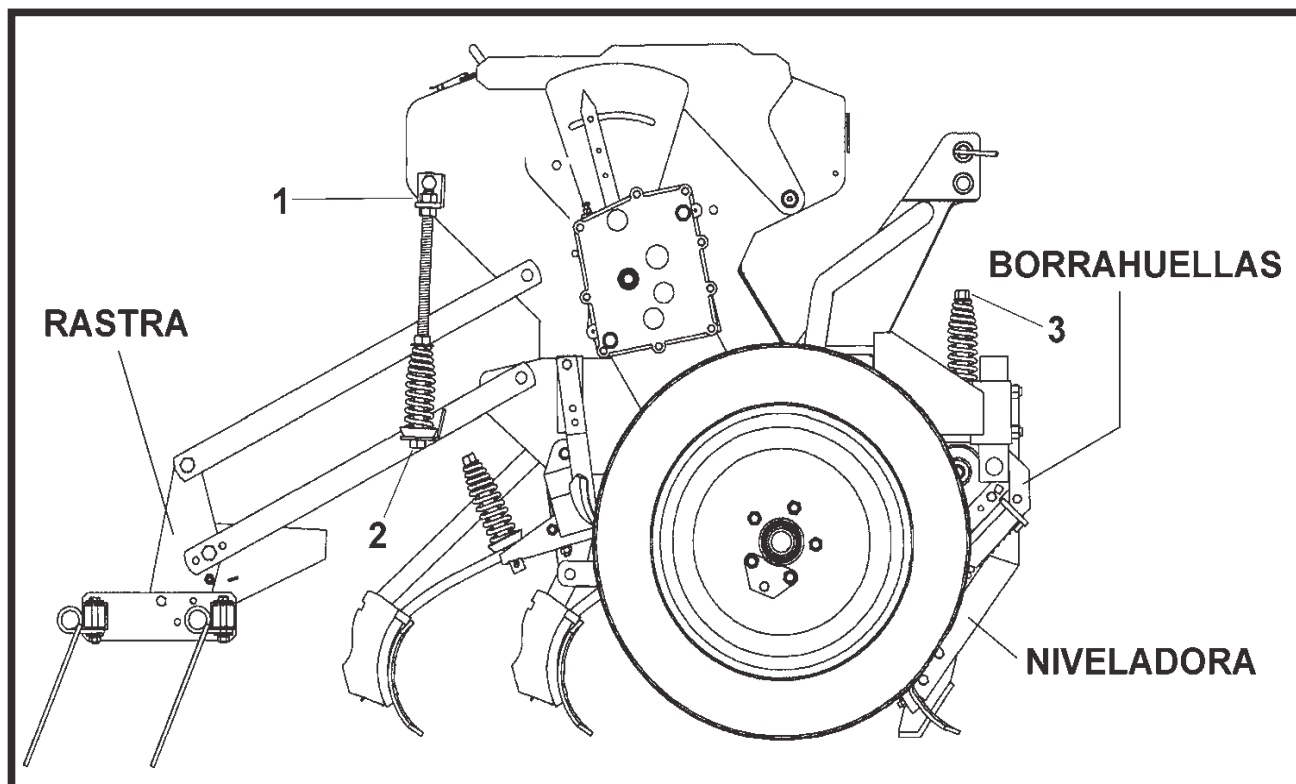

fig. 5
1) Herse à dents flexibles. En agissant sur les boulons supérieurs des ressorts des tendeurs («1», figura 5), on augmente ou diminue la pression de travail. Si d'ailleurs, on règle les boulons inférieurs («2», figure 5) on modifie la profondeur.
3) Table niveleuse centrale. La table niveleuse corrige les irrégularités du terrain entre les roues du tracteur, en faisant plus facile la déposition de la semence à la profondeur correcte et de façon uniforme entre les bras. Avec les deux ressorts («3», figure 5) on peut régler la pression sur le terrain.